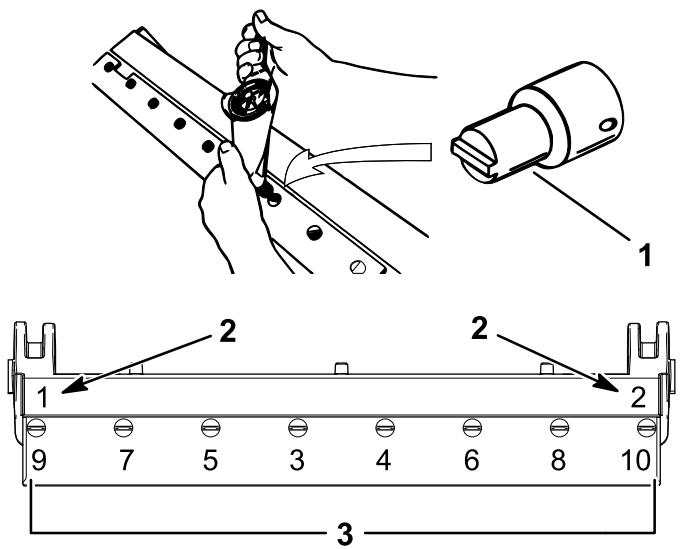

Bild 34
- A. Ziehen Sie die zwei äußeren Schrauben auf ein Drehmoment von 1 N·m an, siehe Bild 34.
- B. Fangen Sie in der Mitte des Untermessers an und ziehen Sie die Schrauben mit 23-28 N·m fest, siehe Bild 34.